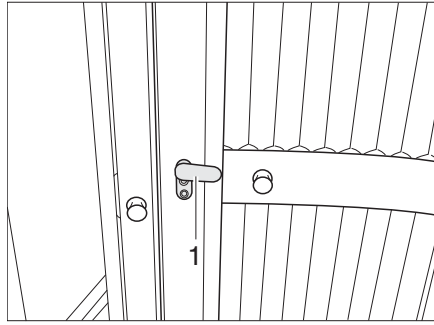

Bild 297 Vario-Toilette, Toiletten-Eingangstür
- Den Riegel (Bild 297,1) an der Toiletten-Eingangstür senkrecht stellen und das Innenteil der Toiletten-Eingangstür ausklappen.
- Das Innenteil zur Toiletten-Eingangstür drehen und zum Schließen den Riegel (Bild 297,1) waagrecht stellen.